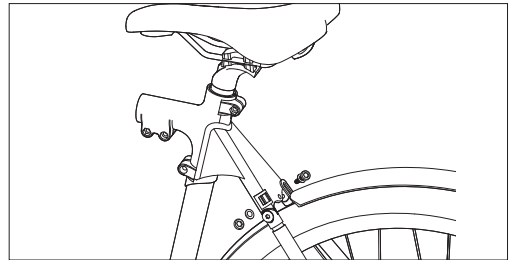

Figura 6-1
- După alinierea aripii cu gaura pentru șurub, strângeți din nou șuruburile de montare pentru a o fixa pe articulația tubului de șa, așa cum este arătat în [Figura 6-1].